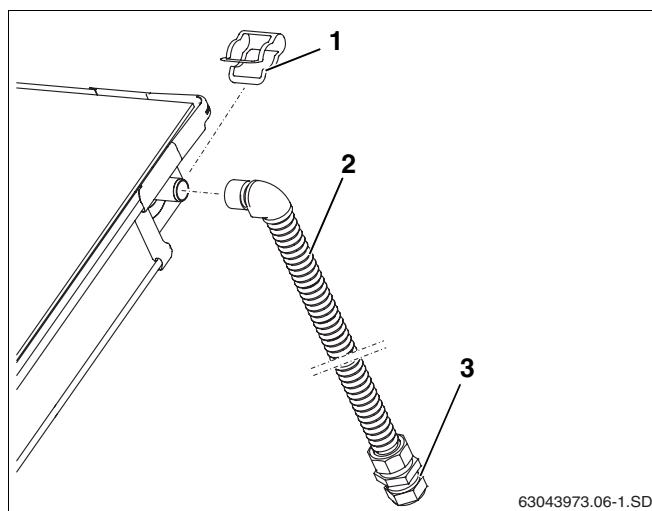

Fig. 34 Montaggio del tubo di connessione della mandata (senza disaeratore sul tetto)
- Inserire il tubo di connessione flessibile in acciaio (1000 mm, fig. 34, **pos. 2**) sull'attacco di mandata del campo di collettori e fissare in posizione con la clip di fissaggio (fig. 34, **pos. 1**).
- Collegare la tubazione di mandata al raccordo a stringere (fig. 34, **pos. 3**).